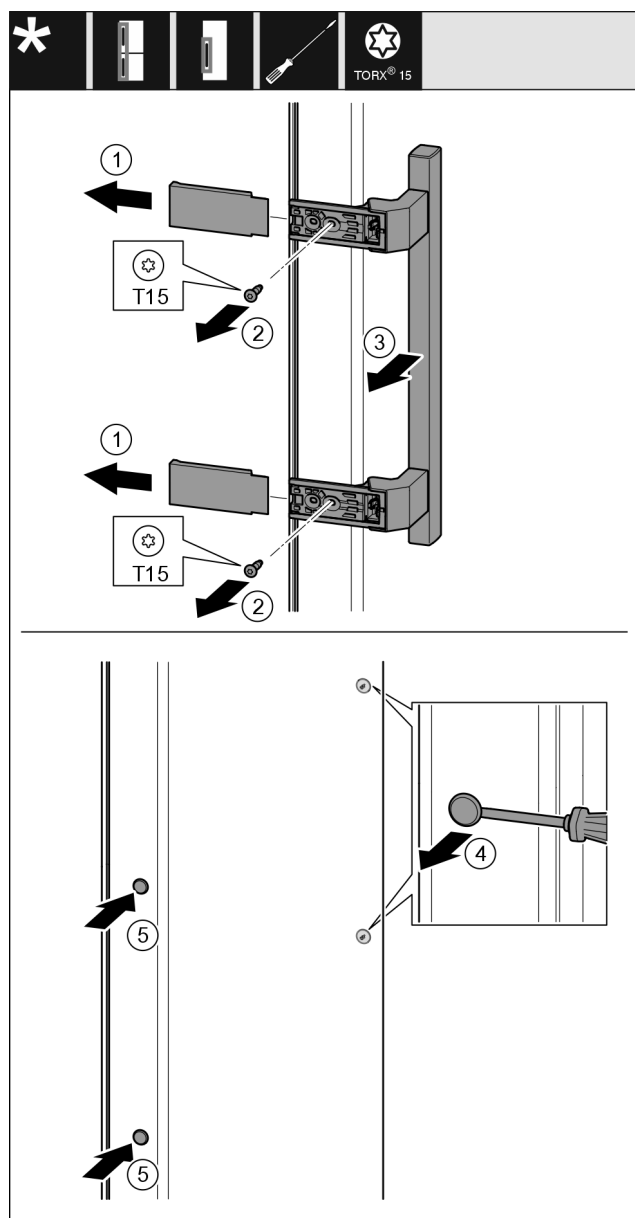

Fig. 19
- ▶ 拆下盖板 Fig. 19 (1)。
- ▶ 用螺丝刀将螺钉 Fig. 19 (2) 旋开。
- ▶ 取下把手 Fig. 19 (3)。
- ▶ 用带槽螺丝刀小心地提起侧边的堵头 Fig. 19 (4) 并将其拉出。
- ▶ 将堵头 Fig. 19 (5) 重新放入另一个侧。